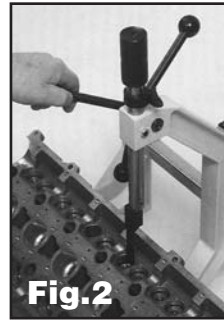

Fig.2
6. Este es el momento de empezar a aplicar presión sobre el resóste de la válvula, hasta que los seguros (cuñas) estén totalmente libres, y se puedan retirar. Si los seguros están muy apretados, el uso del martillo localizado sobre el eje principal es apropiado. Uno o dós golpes soltarán los seguros fácilmente (fig. 2)